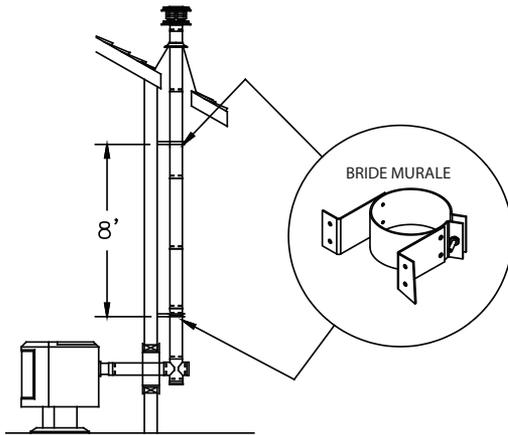
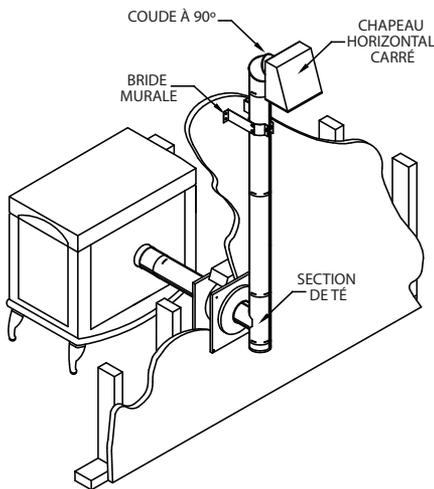

Figure 15
Figure 16
**D.** Poser une bride murale juste au-dessus du té. Des brides murales doivent être placées tous les 2,40 m (8 pieds) le long d'un conduit vertical extérieur (Figure 15). Si votre conduit vertical extérieur se termine à l'horizontale avant de pénétrer dans la ligne de toit, installer au moins une bride murale sur la section du conduit avant le coude à 90 degrés et le chapeau horizontal (Figure 16). En aucun cas, un chapeau vertical ne peut être installé à côté d'un mur vertical. PelletVent Pro offre